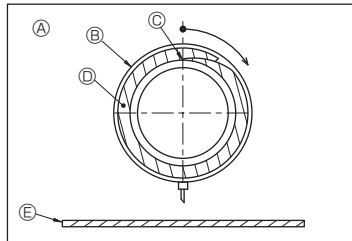

Abb. 3-6
5. Den Dränageauslaß und die Abblasmuffe mit Isoliermaterial ⑦ isolieren, dann das Material mit einem Bänder sichern. (Sowohl Isoliermaterial als auch das Bänder werden mit der Anlage geliefert.) (Abb. 3-6)
[Abb.3-6]